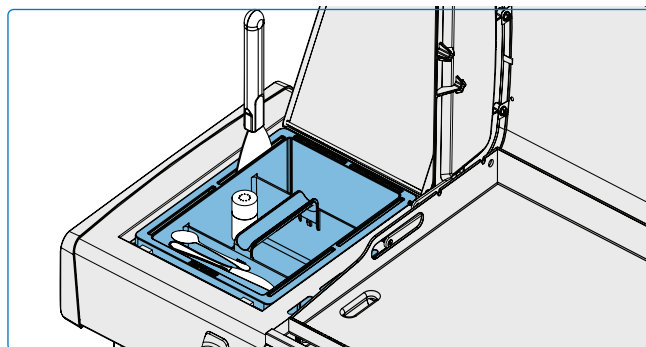

Fig. 8
Mantenga las salsas, los condimentos y los utensilios de cocina al alcance de la mano mientras cocina con el soporte para condimentos integrado en el estante lateral. **(Fig. 8)**.
- Ajuste diferentes quemadores a diferentes niveles de calor para crear zonas de temperatura específicas. Controle la temperatura de la superficie de la plancha con un termómetro de infrarrojos para asegurarse de que cada zona está al nivel de calor deseado. Utilice el calor directo (colocado directamente sobre los quemadores encendidos) para los alimentos que se benefician de una cocción rápida, mientras que el calor indirecto (colocado a un lado) se puede utilizar para una cocción más lenta o para mantener los alimentos calientes. **(Fig. 8)**